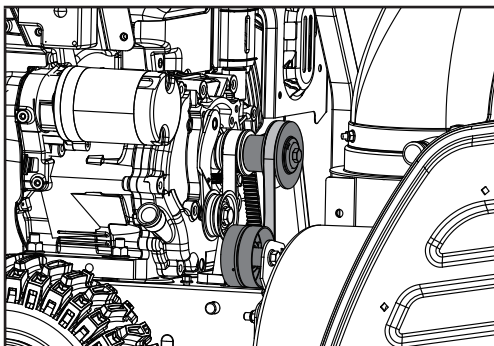

Figure 31
9. Lorsque la courroie est bien installée sur la poulie avant et la poulie d'entraînement de tarière, tirez la poulie tendeur de tarière vers l'arrière, loin de la courroie et faites glisser la courroie dans la poulie. Vous pouvez tirer sur le ressort de recul pour faire tourner la poulie afin que la courroie soit bien mise en place (figure 31).